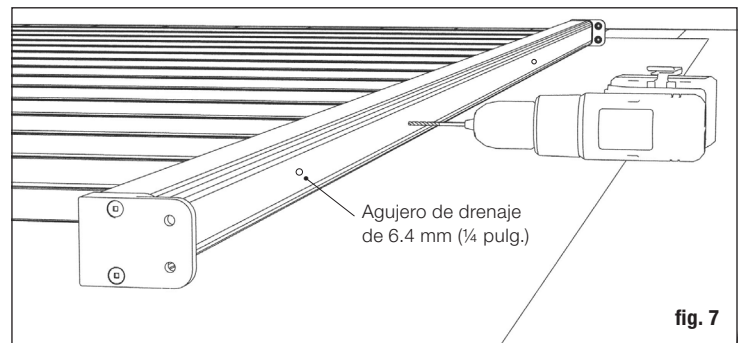

fig. 7
**Paso 5:** Se requiere un soporte de barandal cada 2 pies (en el kit de 183 cm [6 pies] se incluyen 2 y en el kit de 244 cm [8 pies] se incluyen 3). Fije los conectores del soporte de barandal a la cara inferior del barandal inferior cada 61 cm (2 pies). Pretaladre con una broca de taladro de 3 mm (1/8 pulg.) Fije los soportes de barandal a los conectores de los bloques de apoyo. Marque la ubicación del soporte de barandal en la superficie de la terraza y sujete el otro conector para soporte de barandal a la terraza utilizando los tornillos incluidos (fig. 7). **Taladre dos agujeros de drenaje de 6.4 mm (1/4 pulg.) que atraviesen la parte inferior del larguero, para evitar la acumulación de agua. Centre los agujeros de drenaje entre las posiciones de dos balaustres, ya que el balaustre puede bloquear el canal y evitar que el agua se drene correctamente.**